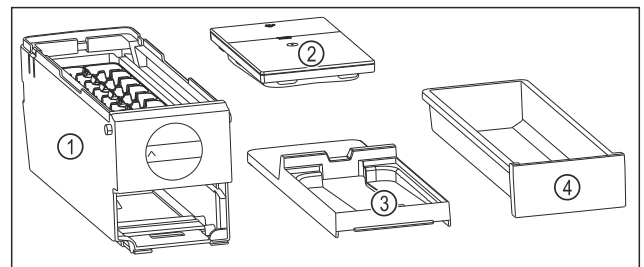

Fig. 214 Componenti dell'EasyTwist-Ice
- ▶ L'EasyTwist-Ice è scomposto in quattro parti. (vedere Fig. 214)
- ▶ Smontare l'EasyTwist-Ice scomponendo solo gli elementi rappresentati in figura. (vedere Fig. 214)
- ▶ Pulire l'intero corpo dell'EasyTwist-Ice Fig. 214 (1).